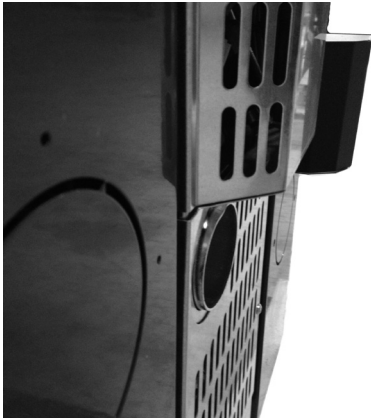

Fig. 12 - Phase 1
- Ursprüngliche Position: Leitung vollständig eingelassen (siehe Fig. 12).